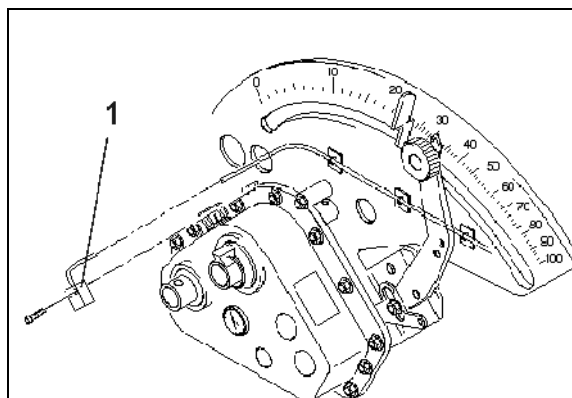

Fig. 8
1. Vissez le capteur (Fig. 8/1) sur le boîtier Vario